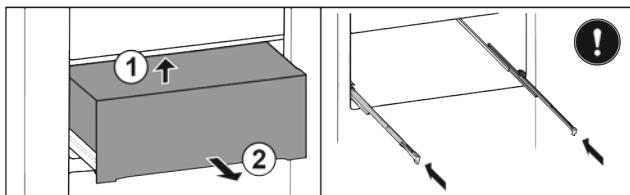

Fig. 29\*
- Поднимите выдвижной ящик сзади снизу Fig. 29 (1).\*
- Извлеките движением вперед Fig. 29 (2).\*